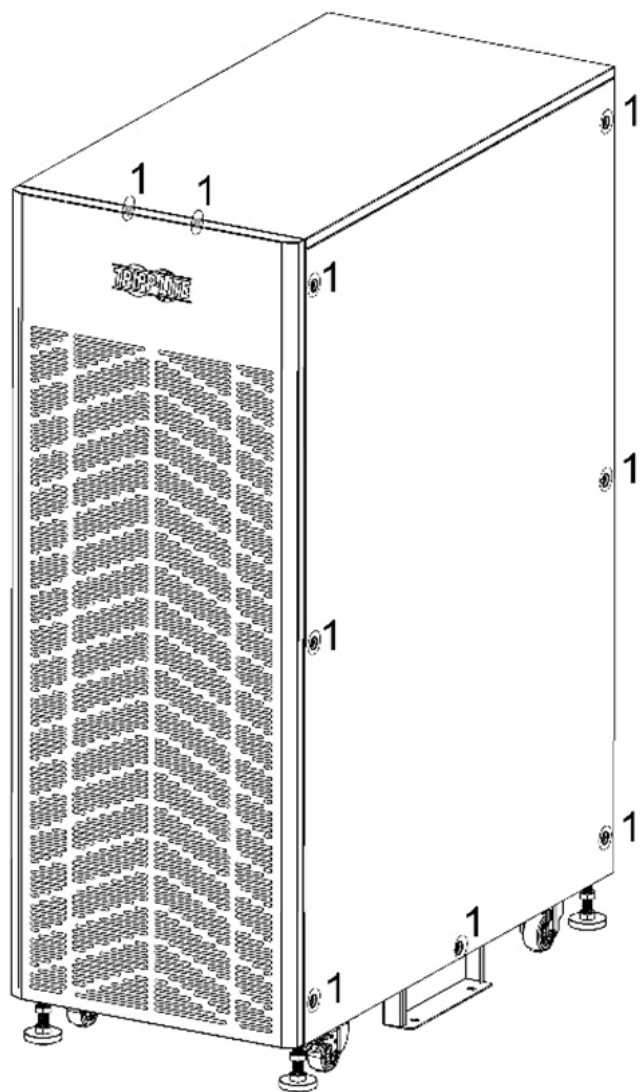

Figure 5-34A
1. Retirer toutes les vis étiquetées 1 (Figures 5-34A et 5-34B).